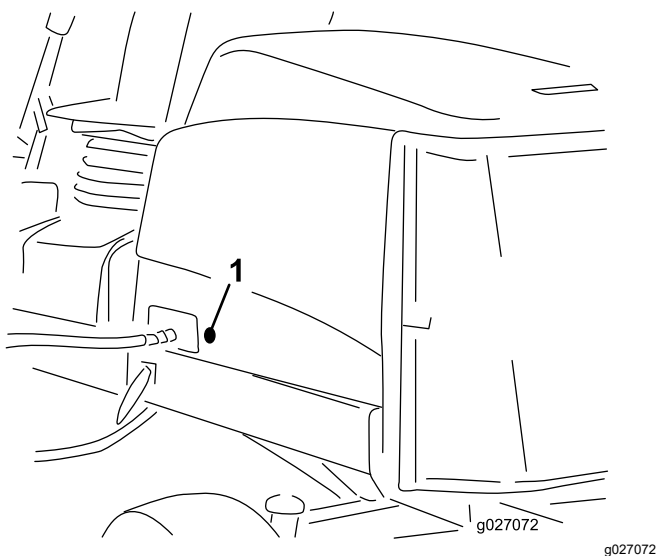

Figura 19
- Retire o olhal de borracha do orifício do lado esquerdo do capot (Figura 19).